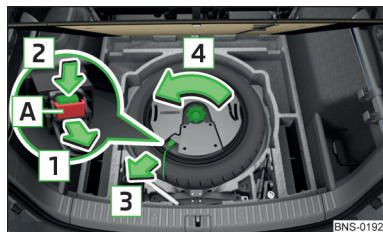

Fig. 337
- › Tirez sur la fiche du verrouillage [A] dans le sens de la flèche [1] » fig. 337.
- › Vissez les écrous dans le sens inverse de la flèche jusqu'à la butée [4] » fig. 337.